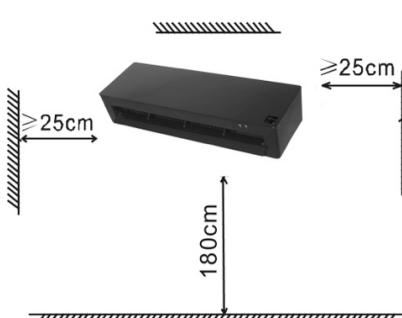

Fig.1
1. Prepare un espacio para instalar el aparato (Fig. 1).